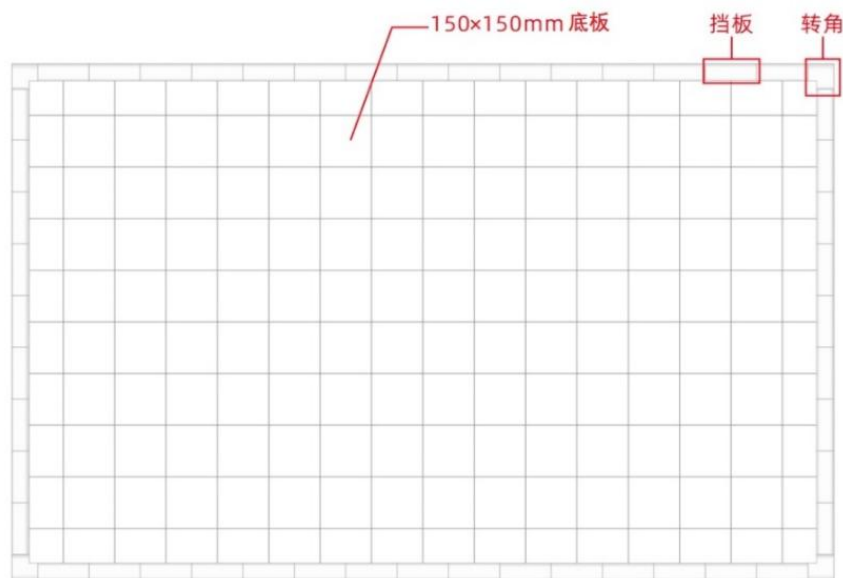

图3 拼接式赛台
1.2 为提高参赛选手的应变能力，正式比赛场地会有随机性变化。赛台外边长 2400mm~3000mm、宽 1500mm~2100mm，以赛前公布的尺寸为准。图 3 是一个 2400mm×1500mm 拼接赛台的实例。